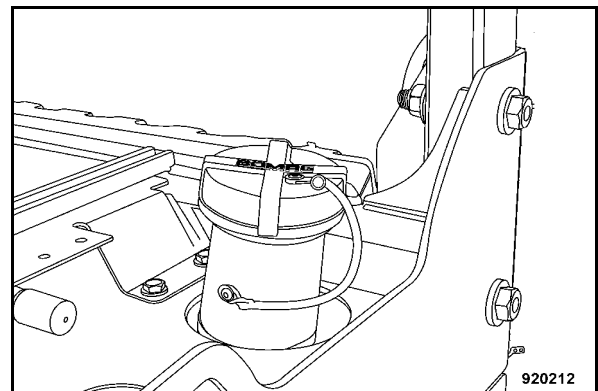

Fig. 178
- Déposer le couvercle du réservoir d'eau (Fig. 178).